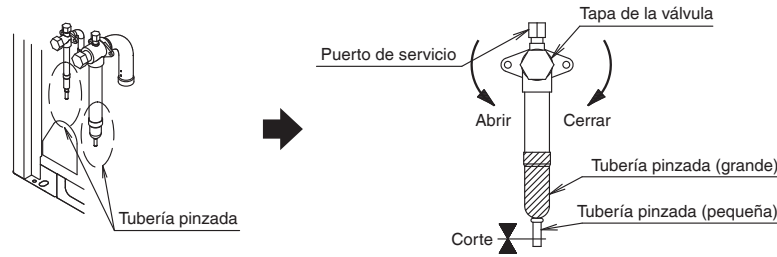

Fig. 12
- Cuando conecte la tubería de refrigerante a la unidad de fuente de calor, retire la tubería pinzada como se muestra en la Fig. 12. (Para más información sobre el manejo de la válvula de cierre, consulte [12-3 Cómo operar la válvula de cierre]).